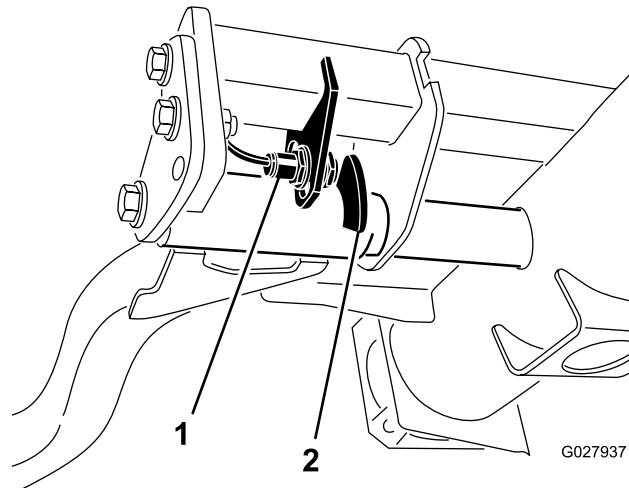

Figure 39
2. Le contacteur des bras de relevage se trouve sous le réservoir hydraulique, derrière le bras de relevage avant droit (Figure 39).